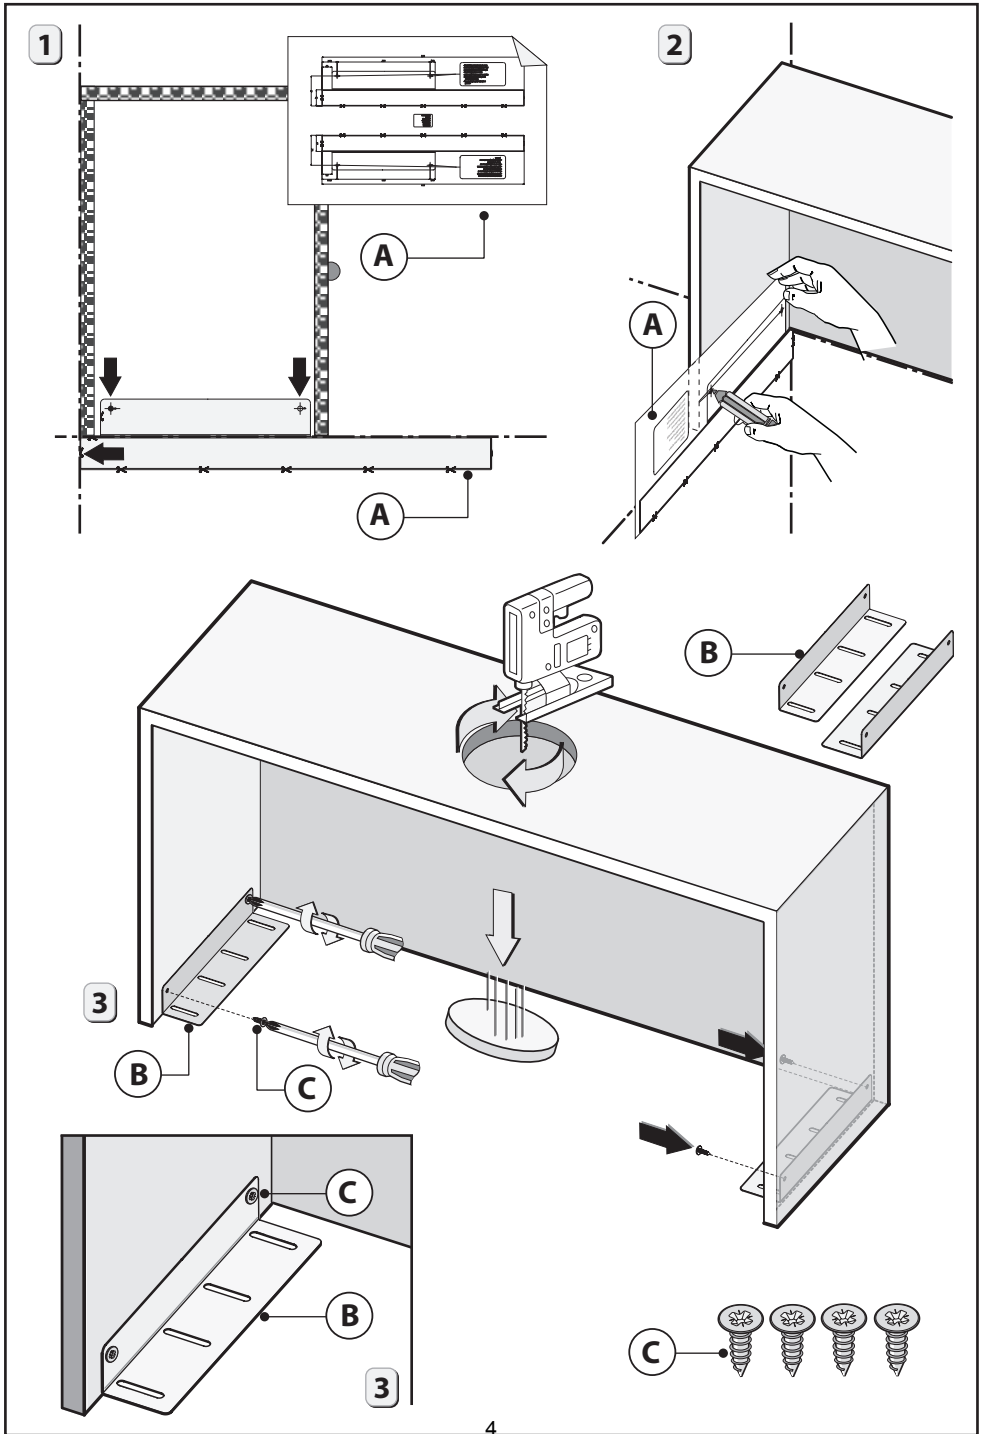

Fig.3
- Anbring fastgøringsskabelonen **A** på pyntelisten og sørg for, at linjen falder sammen med den afbildet i Fig.3-trin 1
- Afmærk og bor de 4 fastgøringshuller Fig.3 - trin 2.
- Fastgør de 2 beslag **B** til pyntelisten ved hjælp af de 4 skruer **C** (medleveres ikke) Fig.3 - trin 3.